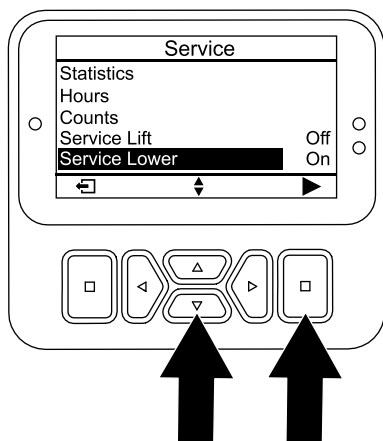

Bild 167
- Drücken Sie die Taste „nach unten“, bis die Option SERVICE LOWER [Absenken aus Wartungsstellung] ausgewählt ist, und drücken Sie dann die Auswahltaste (Bild 167).